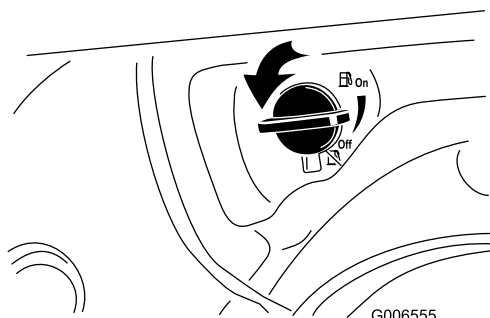

Figure 21
2. Ouvrez le robinet de carburant en le tournant de 1/4 de tour dans le sens anti-horaire (Figure 21).